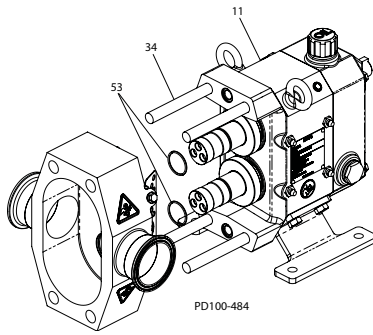

Figura 33 - Desmontaje del cuerpo de la bomba
1. Golpee levemente el cuerpo de la bomba hacia adelante con un martillo de cabeza plástica, hasta que las espigas se liberen de la caja de engranajes (Figura 33, renglón 11).